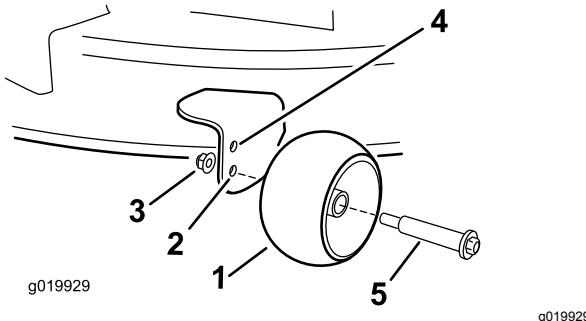

Bild 29
- Oberes Loch: Verwenden Sie diese Stellung mit dem Mähwerk in der Schnitthöheneinstellung 63 mm oder niedriger (**Bild 29**).
- Unteres Loch: Verwenden Sie diese Stellung mit dem Mähwerk in der Schnitthöheneinstellung 76 mm oder höher (**Bild 29**).